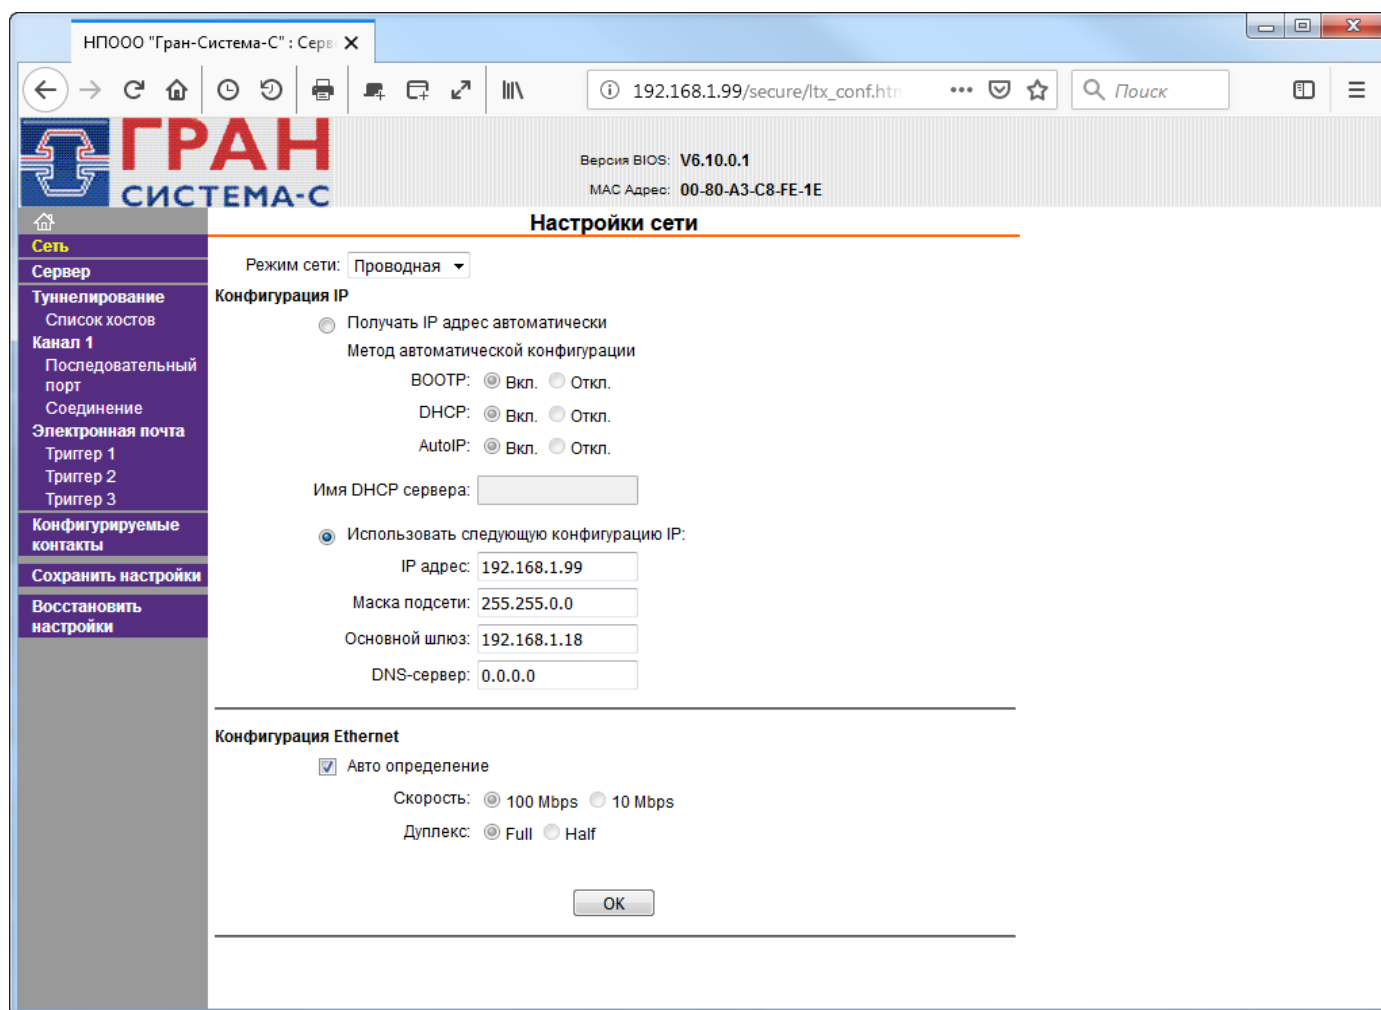

Рисунок 3.4 – Меню «Настройки сети»
- **«Сеть»** – для настройки параметров сети Ethernet и изменения IP адреса (рисунок 3.4). Настраивается IP-адрес, маска подсети и основной шлюз;